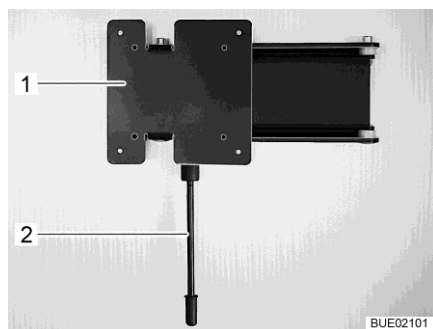

Fig. 86 Supporto a parete
- Tirare verso il basso la leva di sbloccaggio (Fig. 86,1) e ruotare il supporto (Fig. 86,2) con lo schermo piatto nella posizione desiderata.